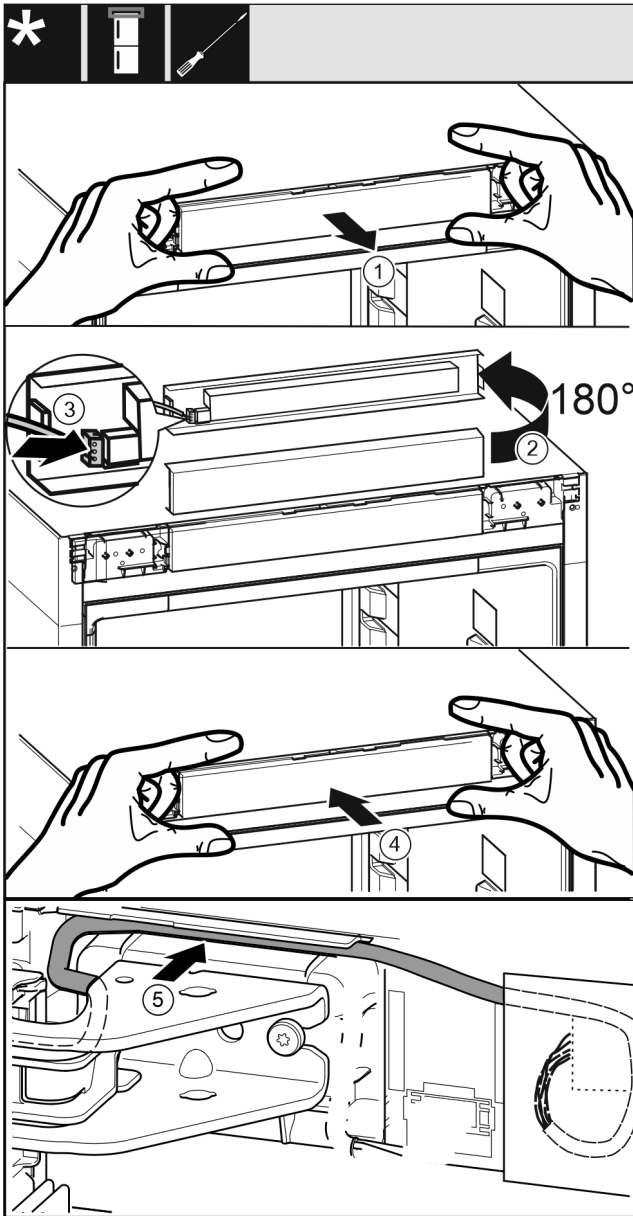

Fig. 32
- ▶ Extrageți cu precauție masca de operare. Fig. 32 (1)
- ▶ Rotiți masca cu 180° în sus. Fig. 32 (2)
- ▶ Fixați în poziție fișa la masca piesei de operare. Fig. 32 (3)
- ▶ Fixați din nou în poziție masca de operare la aparat. Fig. 32 (4)
- ▶ Pozați cu precauție cablul gri în ghidaj deasupra suportului superior de lagăr. Fig. 32 (5)